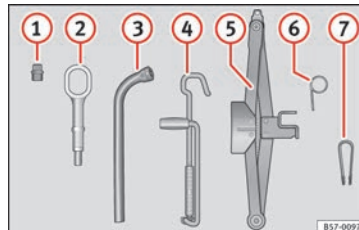

Fig. 68 En el maletero, bajo la cubierta de la superficie de carga: herramientas de a bordo.
- Encaje la pinza de plástico (herramienta de a bordo » **fig. 68 ⑦**) sobre el capuchón hasta que encastre » **fig. 70**.